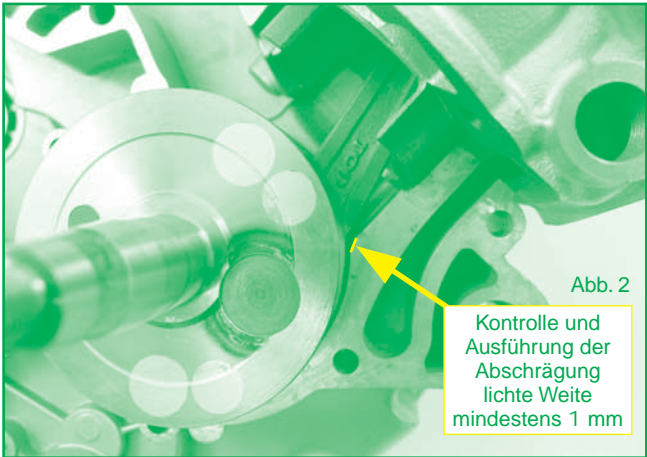

Abb. 2
3. An beiden Gehäusen eine Abschrägung gemäß Abb. 2 ausführen, sodass eine lichte Weite (Abstand zwischen Pleuel und Gehäusen) von mindestens 1 mm gegeben ist.
4. Zur Überprüfung, dass sich jedes Bauteil frei im Inneren der Gehäusehälften bewegen kann, provisorisch die Pleuelwelle, den Zylinder und den Pleuel (ohne Pleuelring) an einer Gehäusehälfte montieren. Auf diese Weise kann man sich darüber vergewissern, dass das Pleuel unbehindert durch die Pleuelkammer gehen und gleichzeitig der Pleuel ohne Anstoßen an den Pleuelwänden den unteren Totpunkt (UT) erreichen kann.